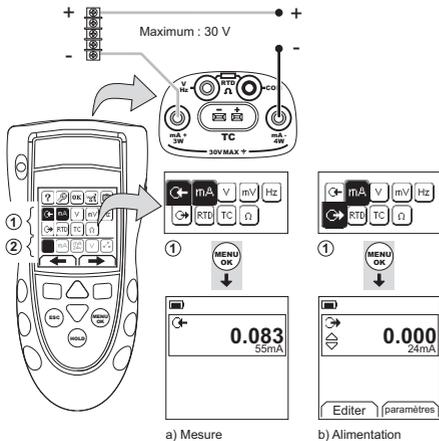
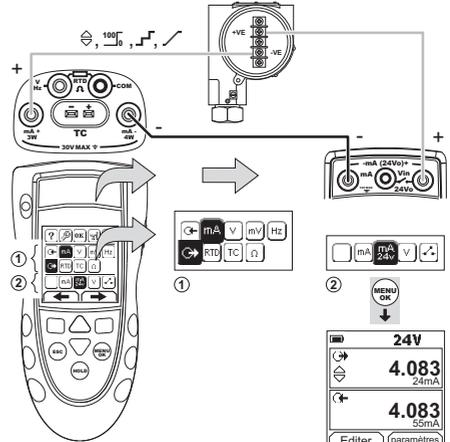
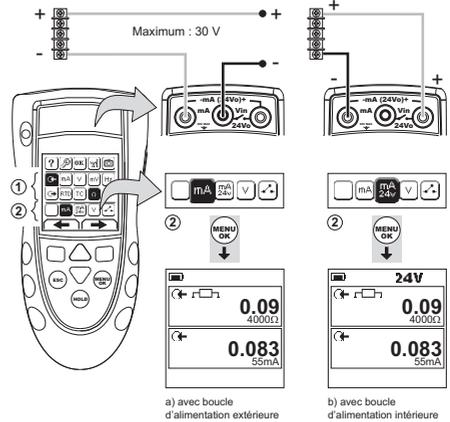

Figure 1 : Exemple de configuration - mesure/alimentation en mA avec boucle d'alimentation extérieure (zone ①)
Figure 2 : Exemple de configuration - alimentation en mA avec boucle d'alimentation intérieure (zone ①)
Figure 3 : Exemple de configuration - mesure en mA (Fonction Dual, zone ②)
- Raccordez l'instrument (Figure 1, Figure 2 ou Figure 3) et, si nécessaire, réglez le menu Config. (Tableau 1).